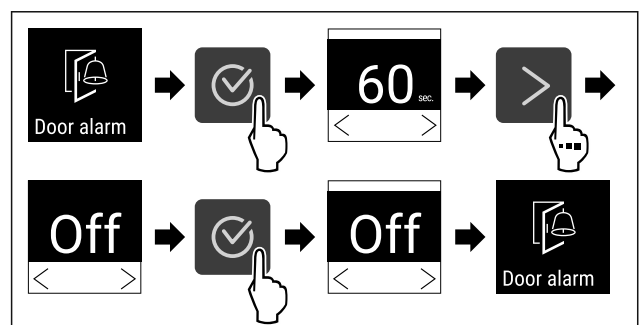

Fig. 96
- ▶ Vykonaťte kroky akcie (pozri Fig. 96) .